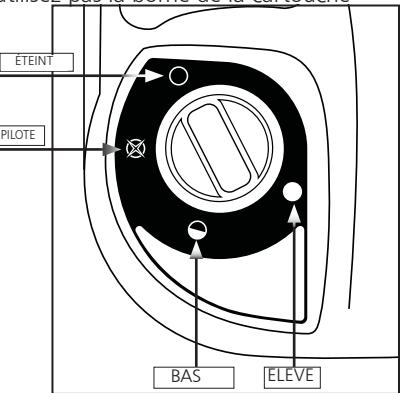
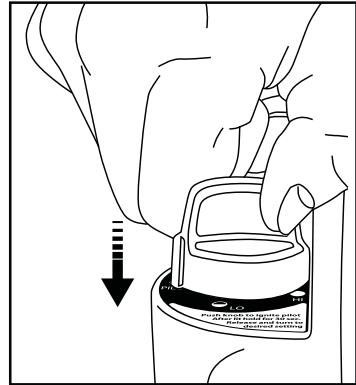

Figure 1 : Bouton de commande
Figure 3 : Ignition
- Assurez-vous que 4 Boutons de contrôle de position sont en mode «ETEINT»: voir la figure 1.
- Tournez le bouton de commande dans le sens antihoraire à la position «PILOTE» et appuyez pour mettre à lumière; voir la figure 1 et Figure 3.
- Après le changement de la dalle de brûleur en orange vif, ajustez la sortie de chaleur en tournant le bouton de commande à la position de réglage désirée («BAS» ou «ELEVE»). Figure 1.